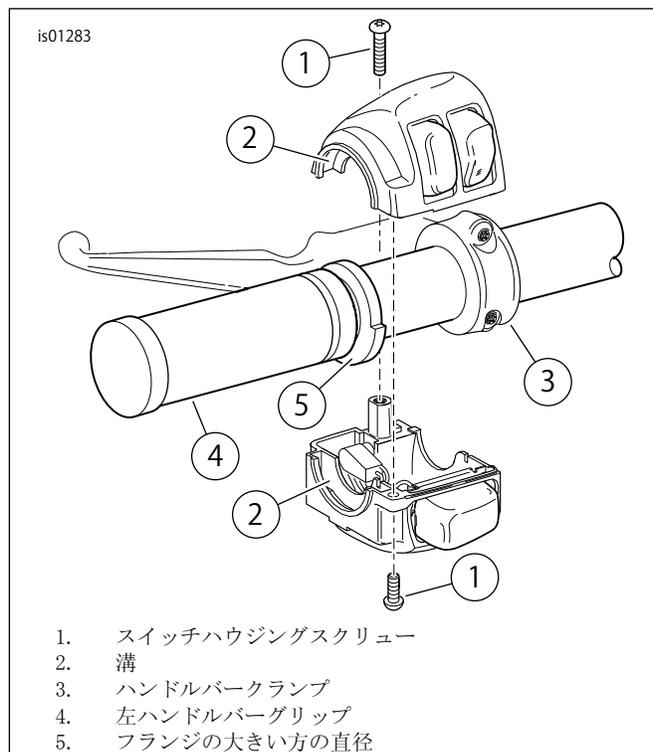

図4. 左ハンドルバースイッチハウジング
3. 「図4」を参照。フランジ(5)の大きいほうの直径部が下にくるように、左側ヒートグリップ(4)の位置を合わせます。ハンドルバーにグリップを完全に押し込みます。
14. 類似した左側のスイッチの取り付け方法が記載されている「図4」を参照してください。スイッチハウジングの外側の溝(2)がグリップ端のフランジを覆うように、グリップ下に下側のスイッチハウジングを配置します。